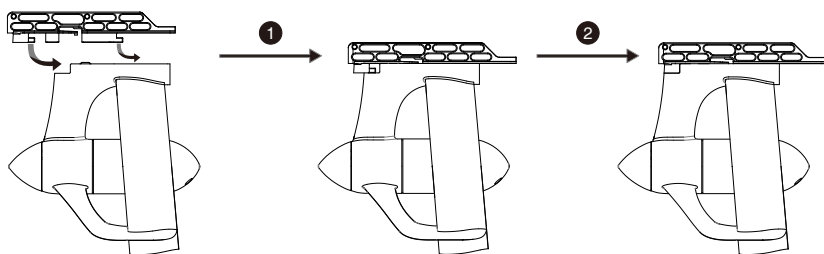

Figura 3-1
- 1) Fixe o adaptador da caixa de aletas US na base do motor (Figura 3-1).